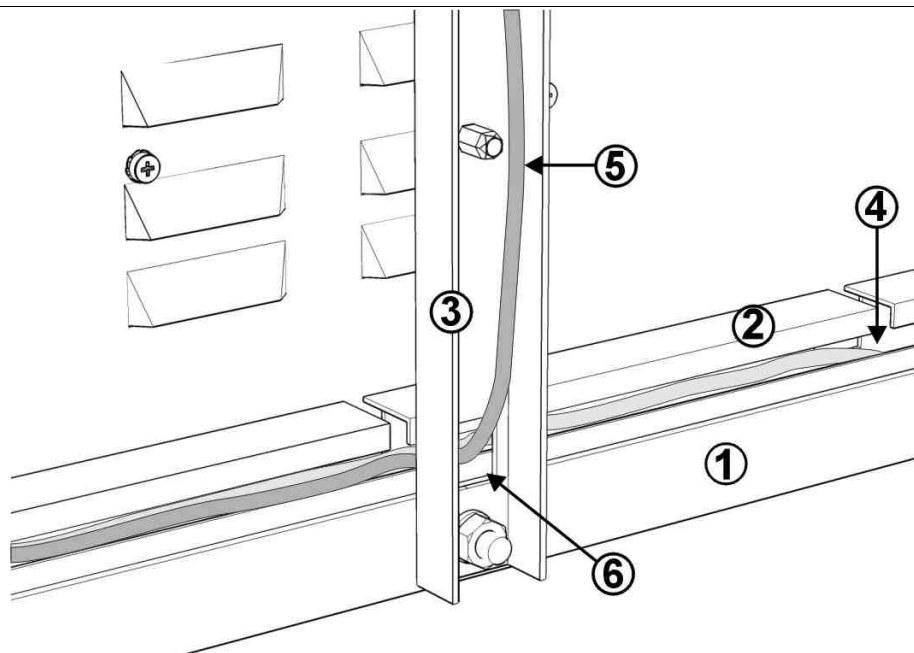
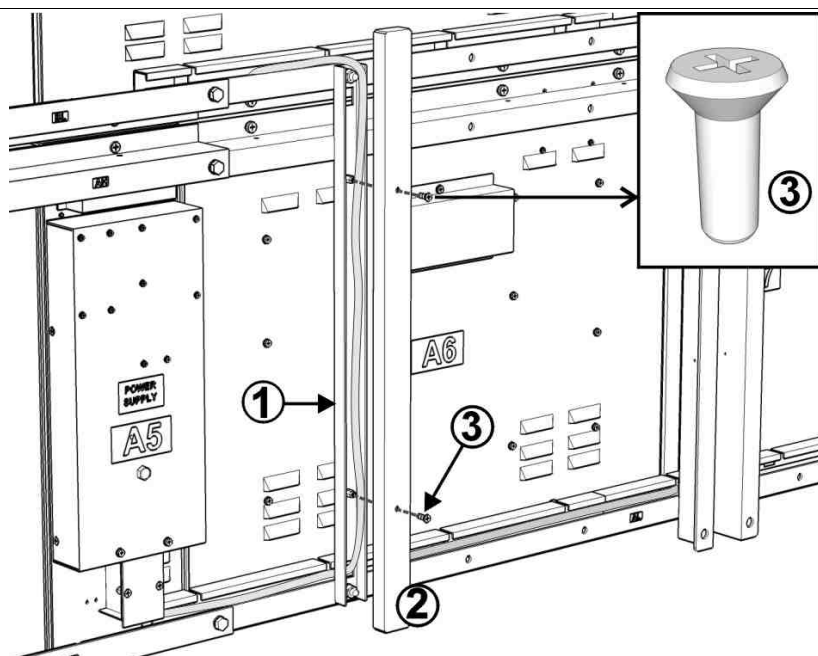

Fig. 8: Introducción de los cables en las canaletas porta cables
Fig. 9: Cierre de las canaletas porta cables verticales
- El número ① indica la posición de la canaleta porta cables vertical (véanse también los números ① y ② en la Fig. 9).
1. Introducir los cables de todos los módulos por las canaletas porta cables a través de la fisura correspondiente (véase la Fig. 8) hasta llegar al módulo **POWER SUPPLY**. Cerrar, con su tapa y dos tornillos **M5x16**, las "canaletas porta cables" verticales usadas para pasar los cables de los módulos de arriba, como se indica en la Fig. 9.